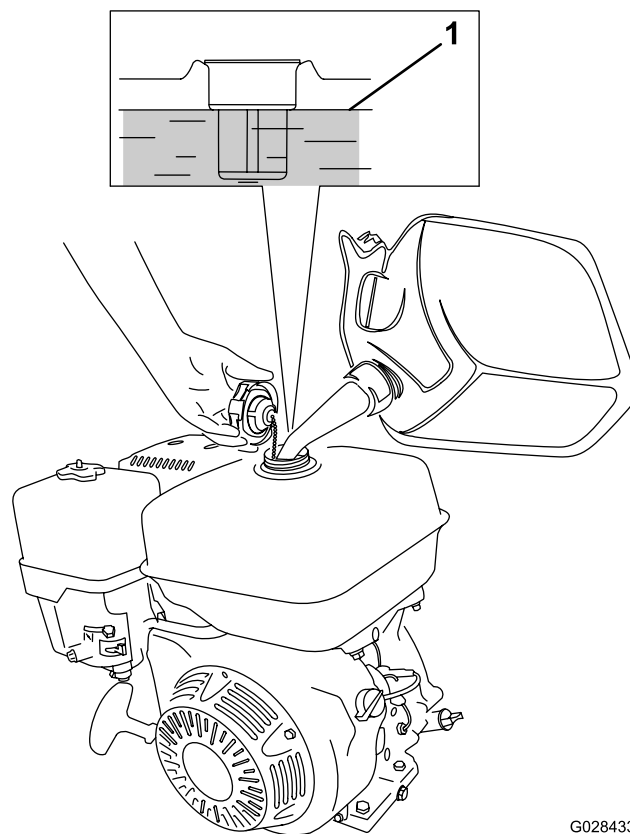

Figura 16
1. Limpie la zona alrededor del tapón del depósito de combustible y retire el tapón del depósito (Figura 16).